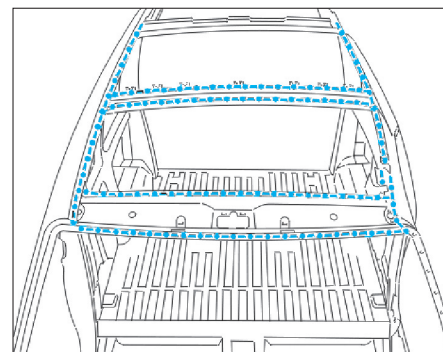

FIG. 94
- Préparer les bords d'accostage et les protéger par un apprêt soudable (Fig.94).